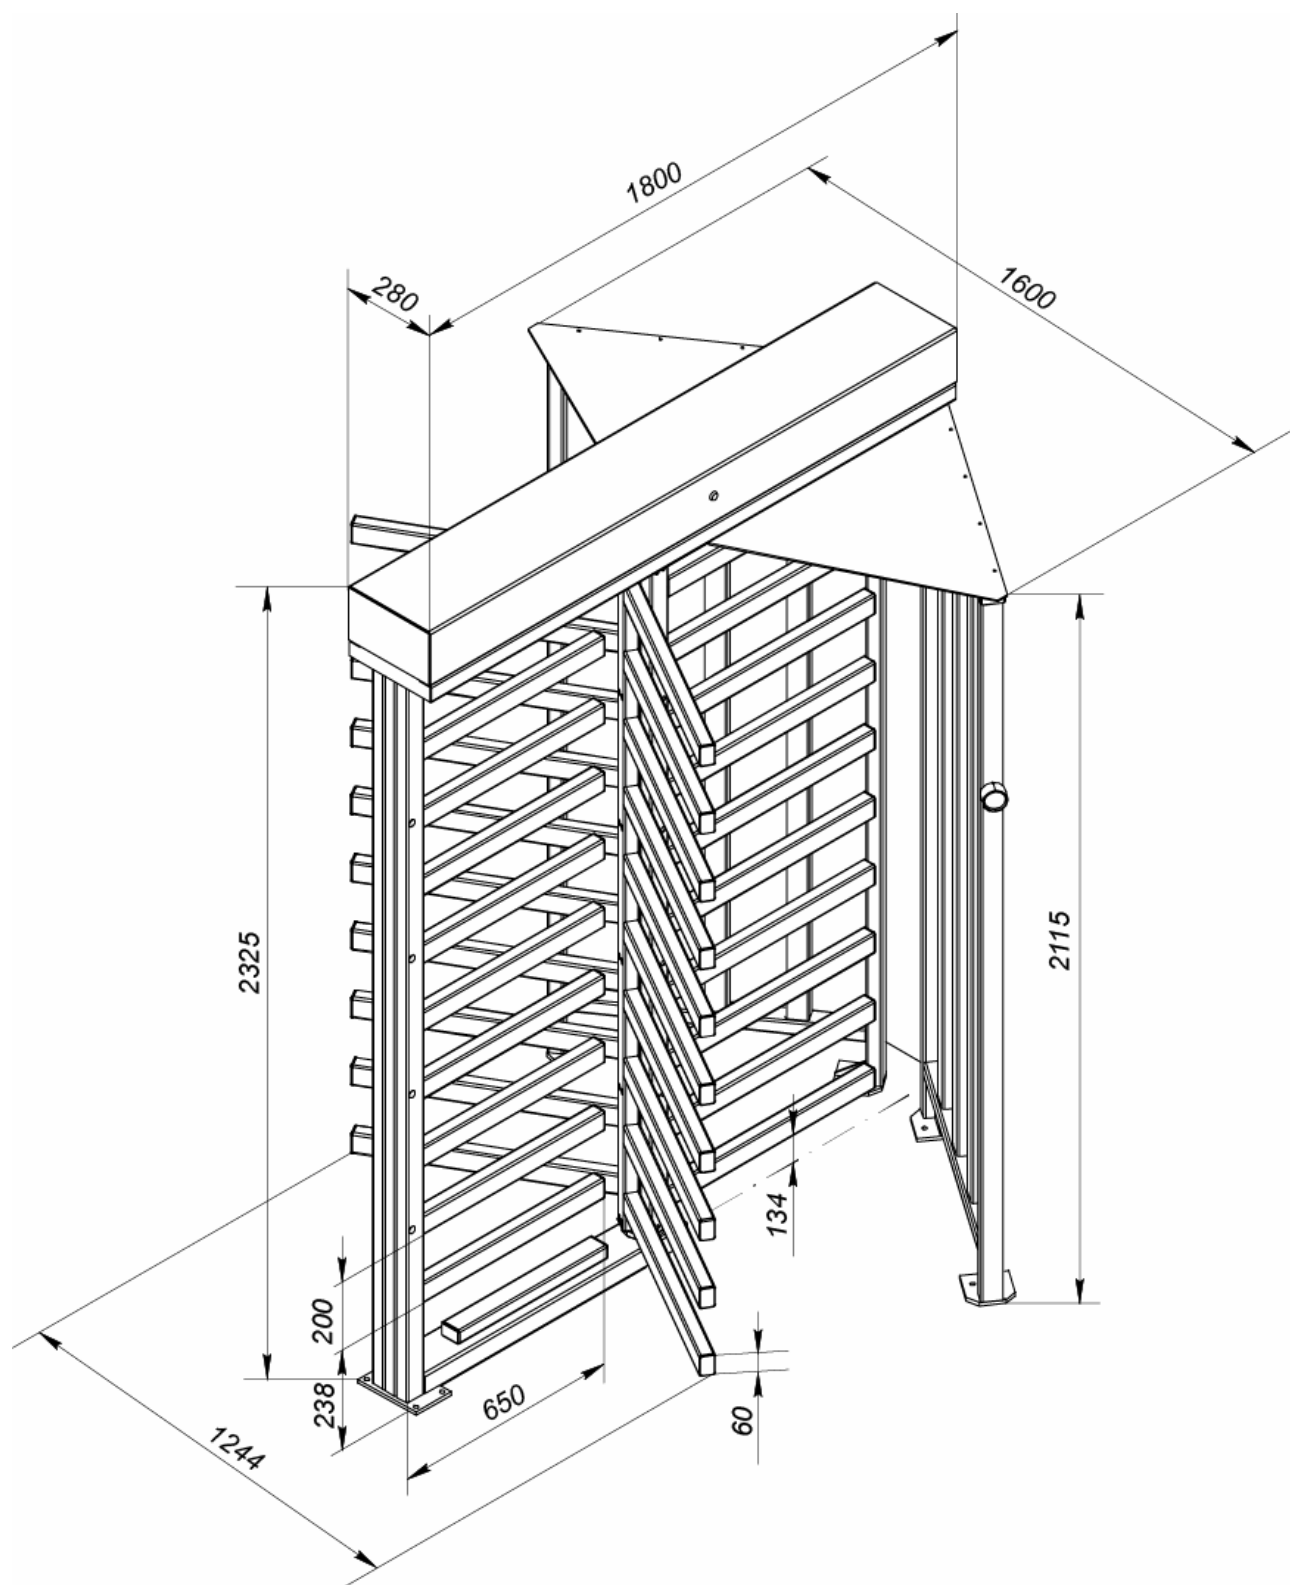
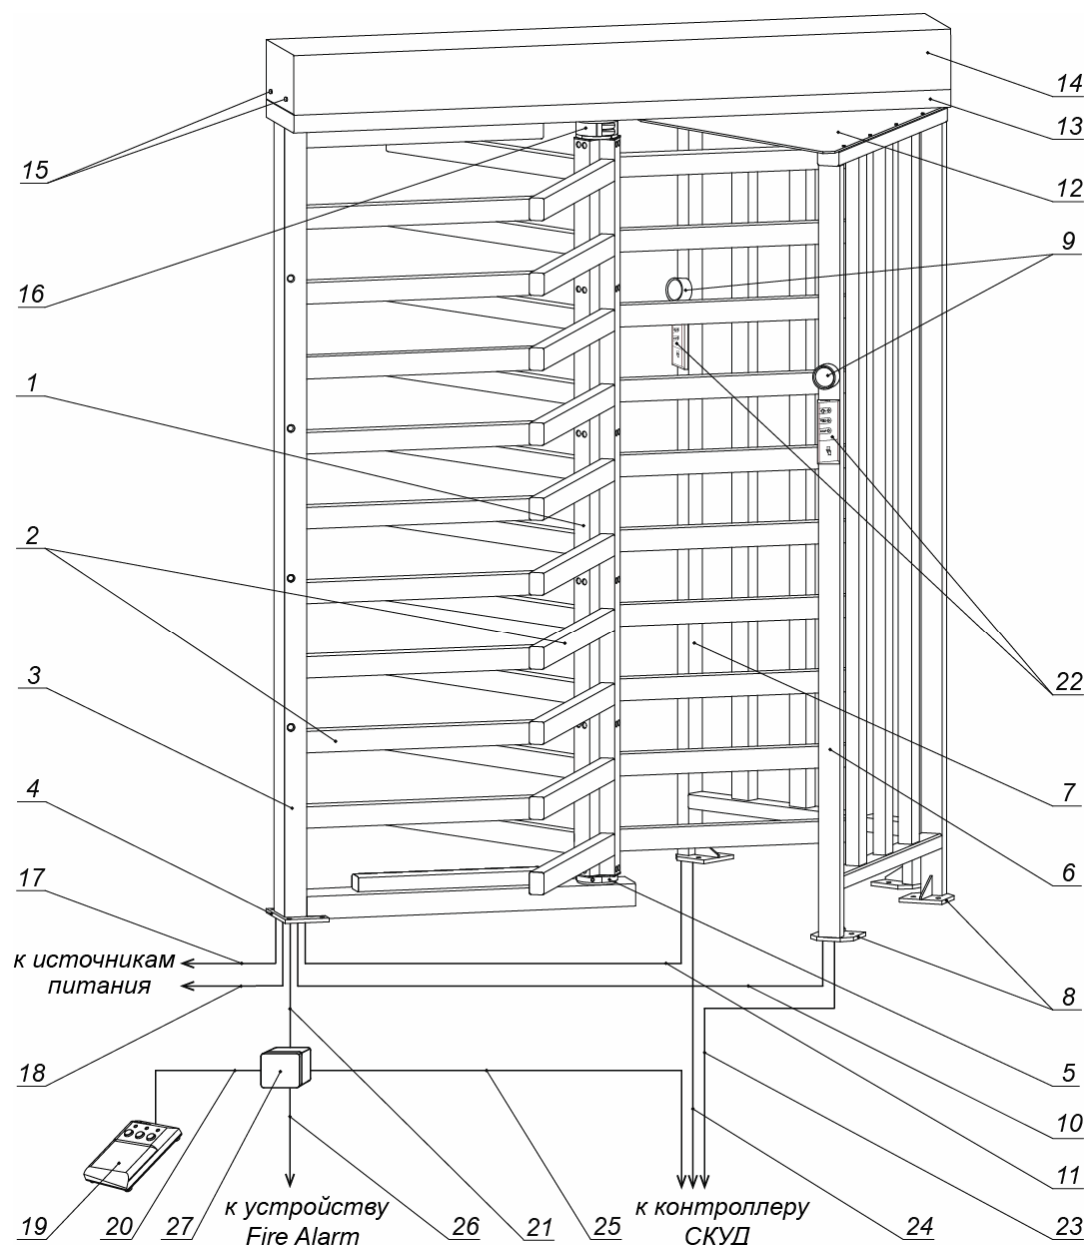
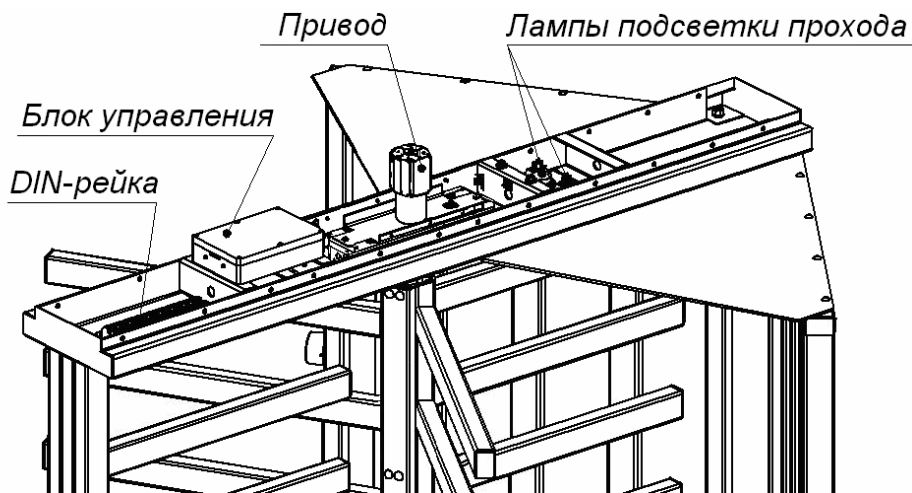

Рисунок 1. Габаритные размеры турникета
Рисунок 2. Устройство турникета
Рисунок 3. Вид балки привода (13) без кожуха (14) турникета PERCo-RTD-15.1
Устройство турникета показано на рис. 2. Номера позиций в руководстве даны в соответствии с рис. 2. Габаритные размеры турникета показаны на рис. 1.
Блок управления выполнен в виде отдельного устройства в закрытом корпусе и осуществляет управление турникетом в соответствии с поступающими управляющими сигналами. Для удобства подключений все соединения блока управления выведены на DIN-рейку, расположенную внутри балки привода (см. рис. 3 и 4). Подводка всех кабелей к DIN-рейке осуществляется через нижнее отверстие в преграждающей стойке (3) со стороны фланца (4), далее вверх по стойке в балку привода (см. рис. 2, 3 и 4).
- В исходном состоянии турникета зону прохода перекрывает **одна створка без образования шлюза** (см. рис. 2 и 11); из этого состояния возможно задание стандартных режимов работы турникета без использования шлюза (**бесшлюзовых режимов**, см. таблицу 1).